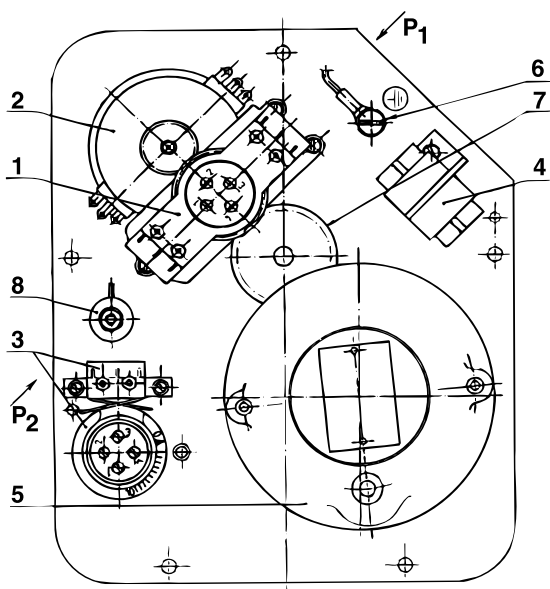

Рис. 1 – Основная плата (т.н.. 52 325)
– **части управления**, которая одинакова для всех электроприводов **МОДАСТ МОК 125 - МОК 1000** т. н. 52 326 - 52 329 (рис. 2). Отдельные типы отличаются только поворотом блоков на основной плате. У электроприводов **МОДАСТ МОК 63** т. н. 52 325 блок выключателей положения и сигнализации расположен в соответствии с рис. 1. Часть управления состоит из блока положения 1, омического датчика положения 2, моментного блока 3, клеммника 4 и отопительного элемента 8. Блок положения оснащен четырьмя микровыключателями, всегда по два выключателя для каждого направления вращения выходного вала. Точка срабатывания каждого микровыключателя устанавливается индивидуально в пределах рабочего хода электропривода.
Отопительный элемент -8- (рис.1 и 2) препятствует конденсации водяных паров под кожухом части управления. Блок положения и датчик положения приводятся в движение от выходного вала электропривода с помощью приводного колеса (в случае т. н. 52 326, 52 327 *приводного сегмента*) 7. Моментный блок приводится в движение «плавающим червяком» ручного управления, причем смещение червяка прямо пропорционально крутящему моменту выходного вала электропривода.
Конечные выключатели положения PO, PZ используются для отключения электроприводов при достижении выходным валом электропривода положения, на который настроены. Сигнализационные выключатели S0, SZ используются для сигнализации положения выходного вала электропривода. Настройка выключателей положения проводится так, что сначала настроим выходной вал в положение, при котором должен отключать настраиваемый выключатель. Потом ослабим соответствующим разъединяющим винтом кулачек микровыключателя. Ослабление осуществляется поворотом разъединяющего винта против часовой стрелки. Разъединяющий винт поворачиваем только столько раз, чтобы ослабить кулачок. Следующим поворотом разъединяющего винта кулачок бы снова притянулся. Номера соответствующих разъединяющих винтов находятся на ручке блока положения 1 (Рис. 1) и совпадает с обозначением на валу кулачков.